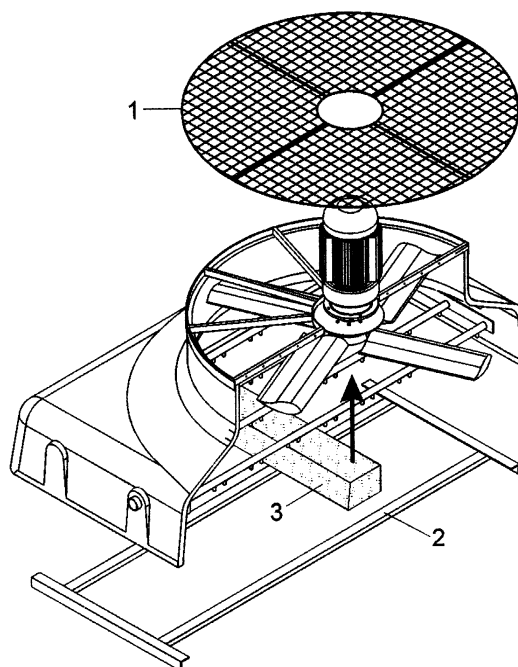

Fig. 22
3. Extract the panels, placing the fan blades in an adequate way to facilitate the operation (fig. 22).
3. Extraire les panneaux du séparateur en plaçant les pales du ventilateur d'une façon appropriée (fig. 22).
3. Extraer los paneles del separador colocando las aspas del ventilador de manera adecuada (fig. 22).